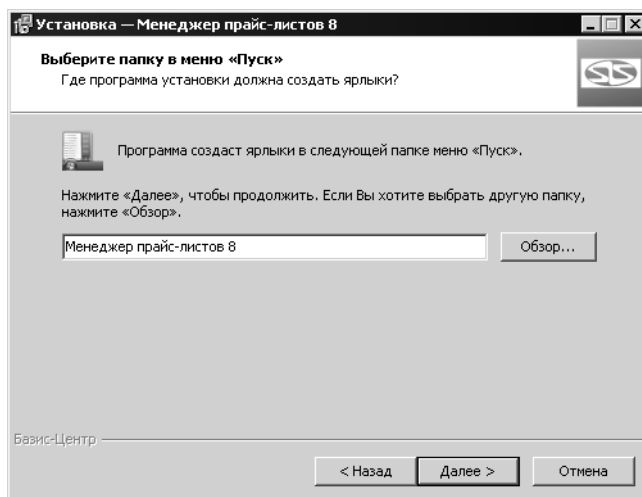

Рис. 1.3.
6. Укажите папку Главного меню Windows, в котором будут созданы ярлыки для запуска модуля (рис. 1.3).